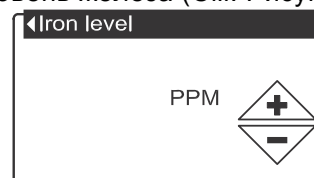

РИС. 38
5. Нажать кнопку ВЫБОР (O) для отображения экрана Уровень железа (См. Рисунок 38).